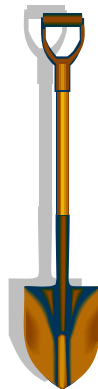

Figura 2
- A. O utensílio da Figura 2 serve para fazer uma **escavação manual**.
- C. A Figura 2 corresponde a uma **pá de bico**.